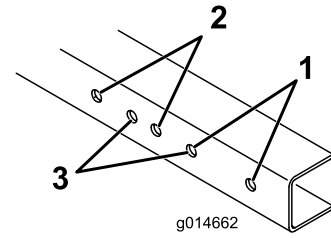

图 2
1. 请参阅图 2 确定应该选用哪些安装孔以适合您的果岭剪草机宽度。
注意 在 Greensmaster 1000、1010 和 2000 机器上当配备疏草刀时必需卸下疏草刀端的车轮轴然后购买并安装新的车轮轴零件号 106-5385。此外将疏草刀端的轨道总成安装到 Greensmaster 1600 和 1610 的孔位置上 图 2。